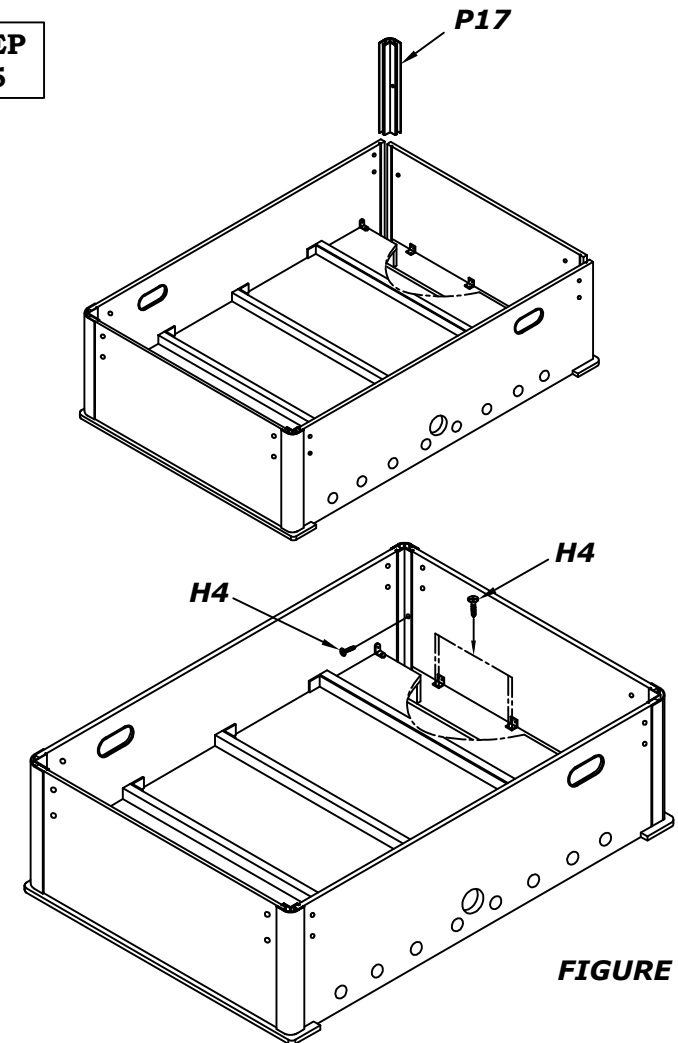

FIGURE 3
- 5 INSERT THE CORNER **P17** TO THE SIDE PANELS AND THE END PANEL **P2C**. FIXED IT WITH SCREWS **H4** AS SHOWN IN **figure 3**. ASSEMBLY THE END PANEL **P2C** WITH SCREW **H4** AS SHOWN IN **figure 3**